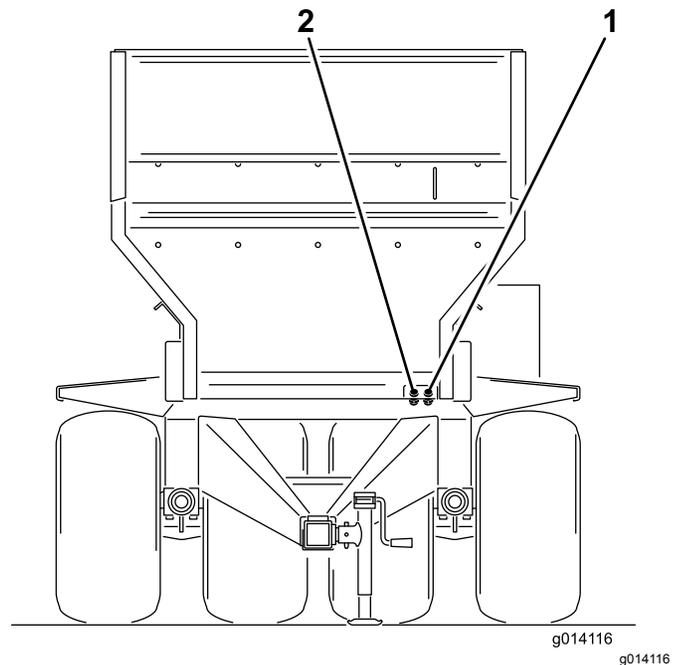

Рисунок 20
6. Подсоедините 2 гидравлических шланга от машины к буксирному автомобилю. Подсоедините правый (при взгляде на машину спереди) шланг к стороне нагнетания, а левый шланг — к стороне возврата (Рисунок 20). Возвратный шланг оснащен встроенным односторонним обратным клапаном. Стрелка на обратном клапане должна быть направлена в сторону подключения возврата на буксирном автомобиле.